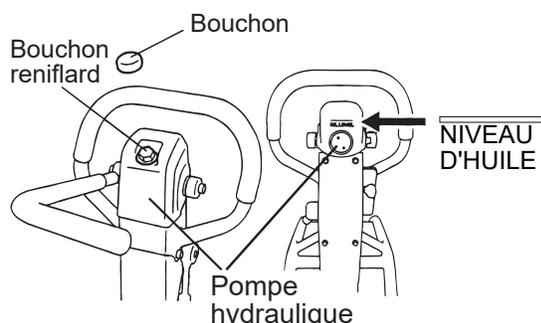

Figure 28. Démontage du capuchon/bouchon reniflard
1. Avec la poignée en position verticale, enlevez le bouchon qui est sur la pompe hydraulique (Figure 28).
8. Verser de l'huile hydraulique (550 cm³) dans le trou du bouchon reniflard de la pompe hydraulique (Figure 28).